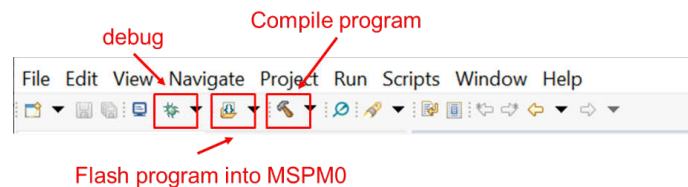
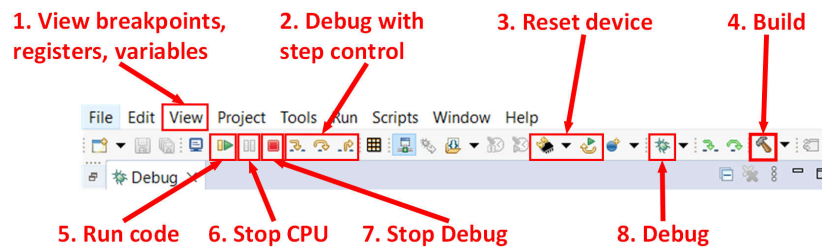

图 2-21. 常用功能
图 2-22. 常用调试功能
3. 图 2-21 和图 2-22 简要介绍了 CCS 函数。